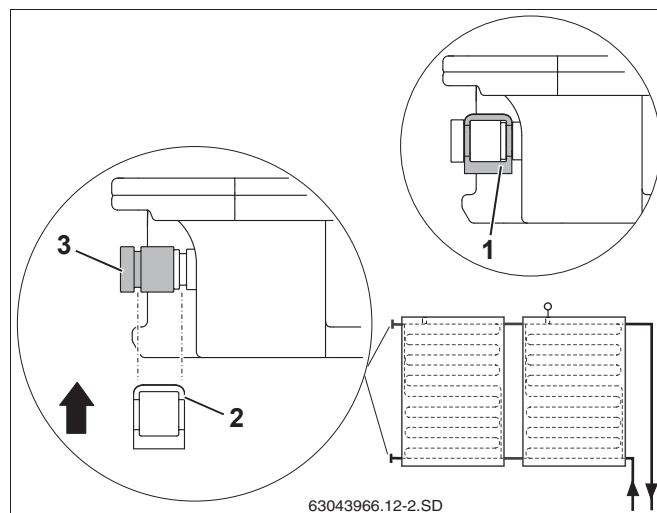

Рис. 20 Фиксация торцевой крышки зажимом
- ▶ Наденьте торцевую крышку с кольцом (рис. 20, поз. 3) на штуцер коллектора.
- ▶ Установите зажим (рис. 20, поз. 2) для фиксации торцевой крышки на штуцере коллектора.
ОСТОРОЖНО!	<p>ВОЗМОЖНО ПОВРЕЖДЕНИЕ ОБОРУДОВАНИЯ</p> <p>из-за незакрепленных торцевых крышек.</p> <ul style="list-style-type: none"> ▶ Каждую торцевую крышку закрепите зажимом (рис. 20, поз. 1).